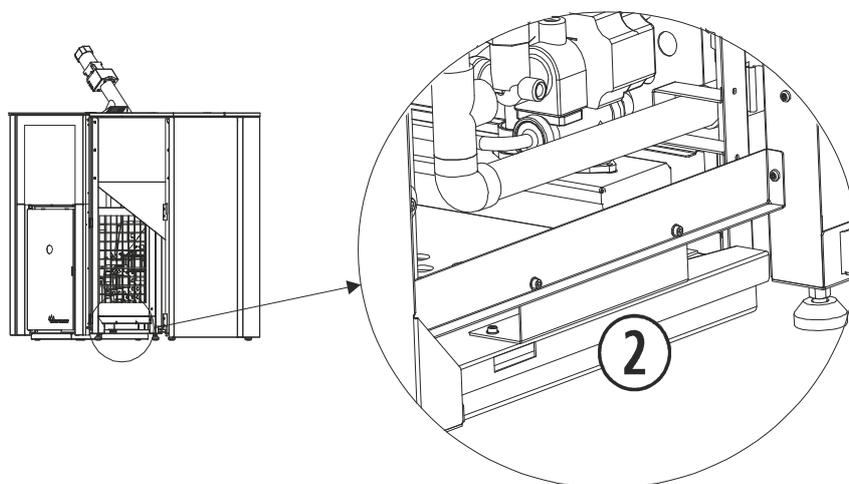

Figura 11
- 4.9. Con la tolva montada, desplazarla a su ubicación final. Respetando siempre las distancias de apertura de las puertas laterales, para realizar posteriores mantenimientos. Posicione la tolva anexa, de tal forma que los taladros de las partes de unión del lateral derecho de la caldera, coincidan con los taladros de los elementos de unión que se encuentran en el lateral izquierdo de la tolva. En las figuras 9 y 10 se muestra la unión tolva-estufa superior (①), vista de frente y por detrás, respectivamente. Y en la figura 11 se puede apreciar la unión tolva-estufa inferior frontal (②). Con la tolva bien posicionada respecto a los puntos de anclaje de la caldera, introduzca los tornillos a través de los taladros. Enrosque las tuercas, para fijar ambas partes. Coloque de nuevo la tapa superior "top" de la caldera y apriete sus tornillos.